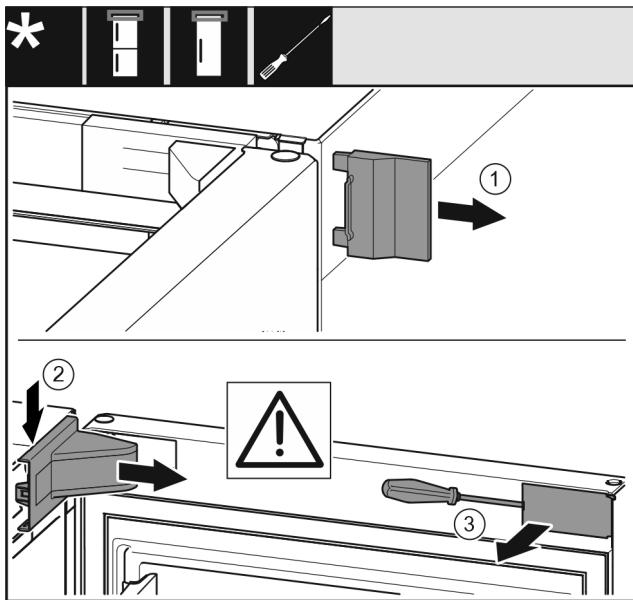

Fig. 4
- ▶ 取下外盖。Fig. 4 (1)
- ▶ 拆卸并松开托架盖。取下托架盖。Fig. 4 (2)
- ▶ 使用带槽螺丝刀松开隔板并把它转到一边。Fig. 4 (3)